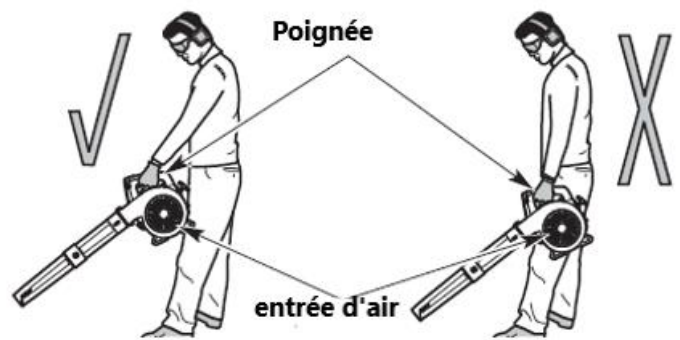

Fig. 12
Tenez-vous en position de fonctionnement (Fig. 12). Tenez-vous droit. Ne vous penchez pas.
Pour éviter des blessures graves ou des dommages à l'appareil, NE tenez PAS l'appareil sur les côtés (Fig. 12) Le moteur peut être extrêmement chaud. NE bloquez PAS l'entrée d'air.
- Tenez l'appareil devant et loin de votre corps (Fig. 12)